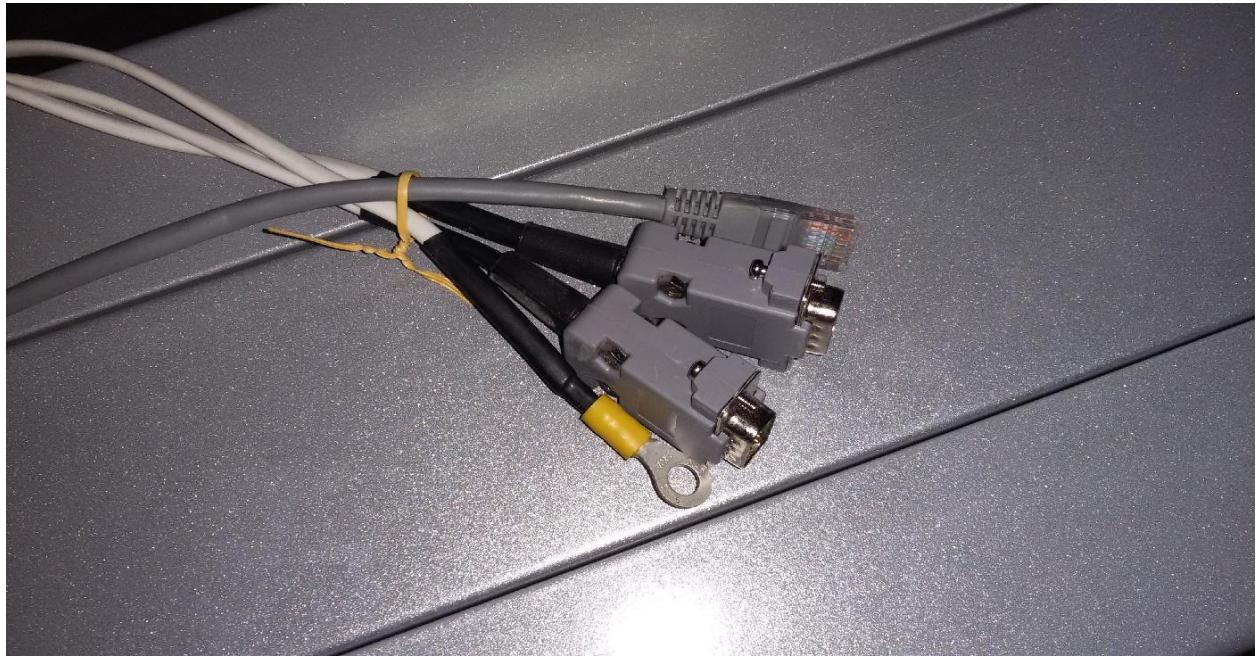

Рис. 13. Кабели, идущие от стойки камер.
18. Последним этапом подключаются оставшиеся провода. Что должно выходить из стойки (смотрим рис.13):
- Два кабеля, питающие модули камеры. Они подсоединяются к блоку питания компьютерной стойки (рис. 13а).
Рис. 13а. Подключение питания модулей камер.